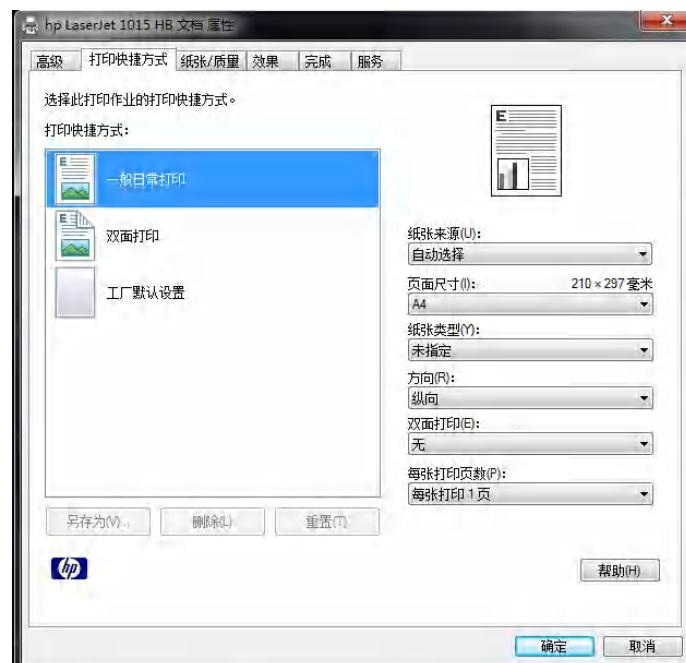

图3.24 打印属性界面
- 选择相应的打印机，如果需要进行特殊配置，可点击属性进行打印机的体配置，如图3.24所示。